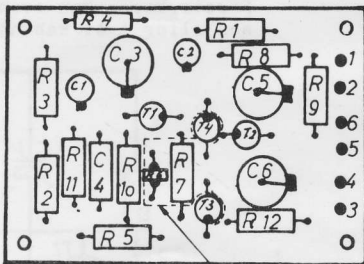
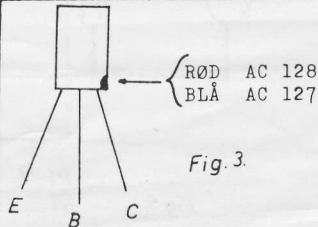

Fig. 2.
Fig. 3.
1. Først monteres modstandene R1 til R12, se Fig.2. Lod under montagen.
3. Elektrolytkondensatorerne C1 og C2 monteres, således at den sorte firkant på Fig.2 er minus, og passer med studsene på kondensatorerne.
5. Kondensator C4 monteres efter Fig.2.
6. Transistorerne T1, T2, T3 og T4 monteres således at prikken på siden af huset, vender den samme vej som den sorte prik på Fig.2. Se Fig.3